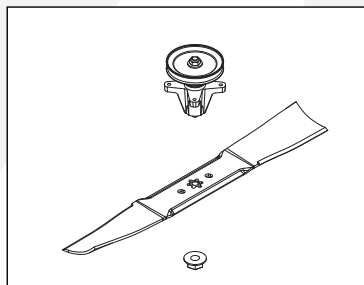

Fig. 31
5. Retire la tuerca de las cuchillas y luego la cuchilla. (Fig. 31)